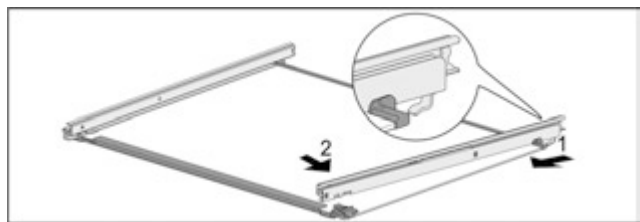

Fig. 59 Скляна пластина з рейками
- ▶ Зачепити рейку ззаду. Fig. 59 (1)
- ▶ Зафіксуйте рейку спереду. Fig. 59 (2)